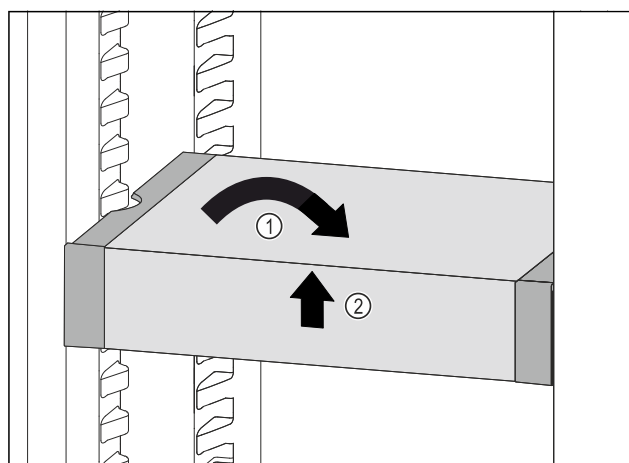

Fig. 105
- Predal VarioSafe postavite ravno. Fig. 105 (1)
- Predal VarioSafe dvignite spredaj. Fig. 105 (2)